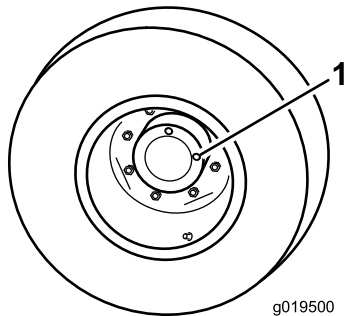

Bild 69
1. Wenn die Maschine auf einer ebenen Fläche steht, positionieren Sie das Rad so, dass eine Prüfschraube auf 12 Uhr und die andere auf 3 Uhr steht (Bild 69).
1. Prüf-/Ablassschraube (2)
2. Entfernen Sie die Schraube, die auf 3 Uhr steht (Bild 69).